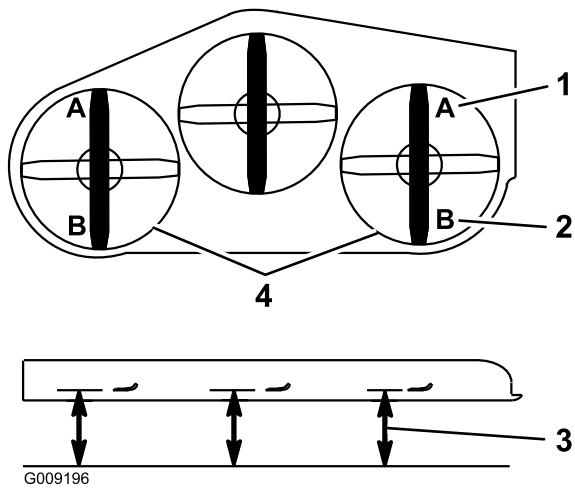

Figura 88
9. En ambos lados de la carcasa, mida desde la superficie nivelada hasta la punta delantera de la cuchilla (Posición A), según se muestra en Figura 88.
15. En ambos lados de la carcasa, mida desde la superficie nivelada hasta la punta trasera de la cuchilla (Posición B), según se muestra en Figura 88.